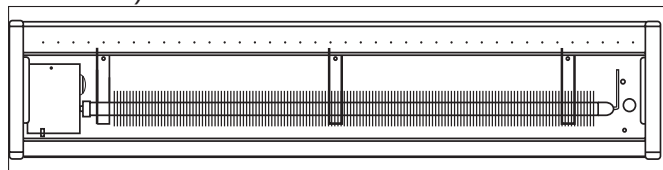

Figura 5
3. Retire la tapa del compartimiento de cableado, la cual va sujeta mediante un tornillo. (Figura 5).